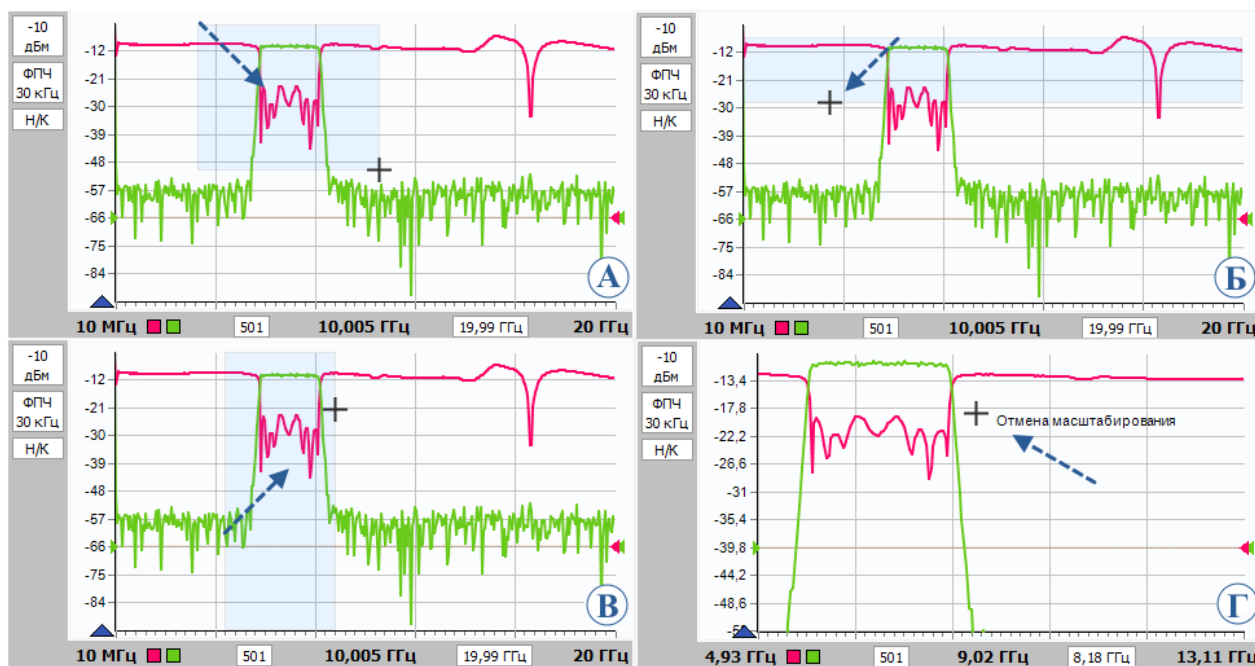

Рисунок 4.28 – Варианты графического задания масштаба и диапазона
- «влево-вниз» рисуются горизонтальные линии выделения по всей ширине диаграммы (рисунок 4.28-Б). После отжимания кнопки мыши изменяется только вертикальный масштаб выделенных трасс.
- «вправо-вверх» рисуются вертикальные линии выделения по всей высоте диаграммы (рисунок 4.28-В). После отжимания кнопки мыши изменяется только диапазон сканирования в соответствующих выделенным трассам измерительных каналах.
(рисунок 4.28-Г). Можно последовательно отменить несколько операций масштабирования, если между ними не использовались функции «автомасштаба».